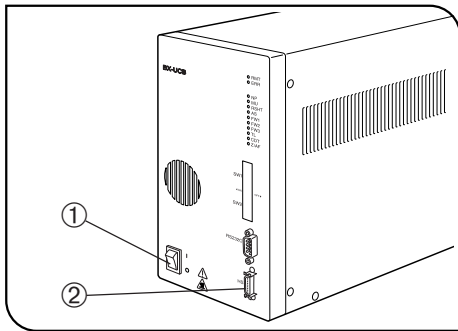

Fig. 4
▲ Asegúrese de que el interruptor principal ① de la unidad de control está en la posición “O” (OFF, apagado) antes de conectar el cable del interruptor manual (y el resto de los módulos) y el cable de alimentación. (Fig. 4)
1 Conexión del cable del interruptor manual (Fig. 4)